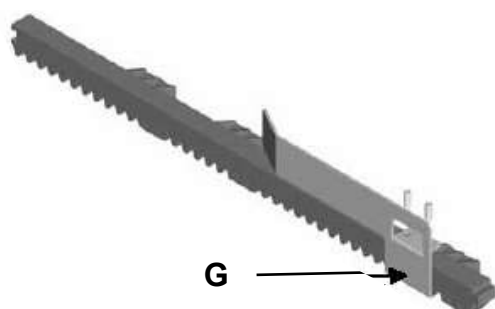

Fig. 4
- Verificar que las ruedas (**Fig. 4**) utilizadas sean las apropiadas para el tipo de guía a tierra
Fijar las placas (Levas **G**) de Final de Carrera del motor en la cremallera (**Fig. 4**)